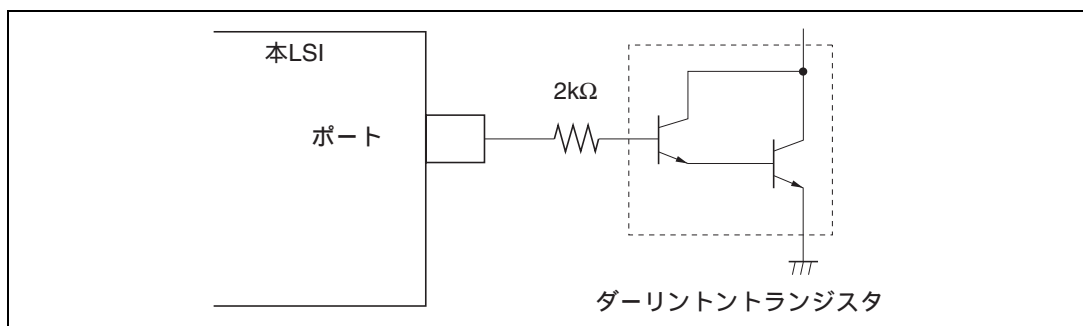
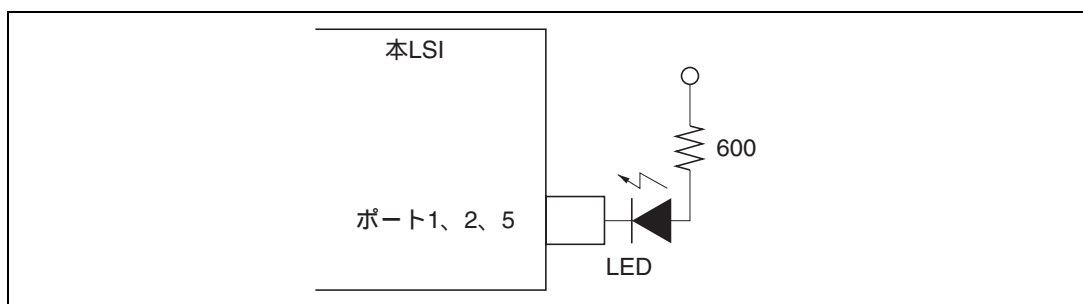

図 21.1 ダーリントトランジスタ駆動回路例
図 21.2 LED 回路例
- ダーリントトランジスタや、LED を直接駆動する場合には、図 21.1、図 21.2 に示すように、出力に必ず電流制限抵抗を挿入してください。